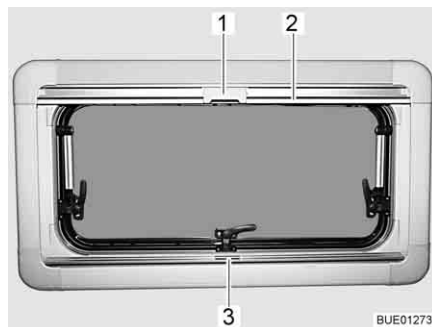

Bild 110 Överkantshängda fönster
**Stänga:** ■ Ta tag i mitten på plisségardinens list (Bild 110,3) och drag den nerifrån och uppåt och släpp den vid önskad höjd. Plisségardinen stannar på denna höjd.
**Stänga:** ■ Drag, med listen, (Bild 110,2) ner insektsnätet tills listen stöter mot plisségardinen (Bild 110,3).
■ Lås fast insektsnätets spärr (Bild 110,1) på plisségardinens list.
**Öppna:** ■ Tryck spärren (Bild 110,1) upptill på insektsnätet bakåt.
■ För långsamt tillbaka insektsnätet med listen (Bild 110,2).